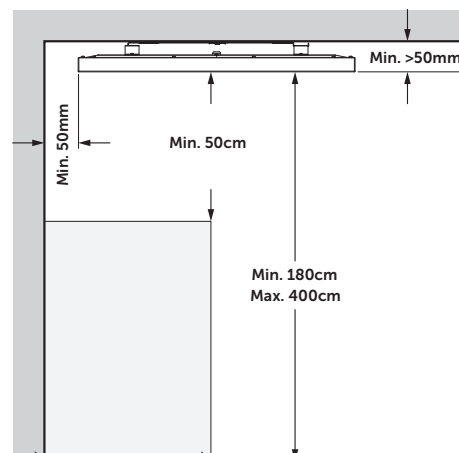

Fig. 1
- Plaats het paneel van bovenaf in het systeemplafond zoals getoond in Fig. 1.